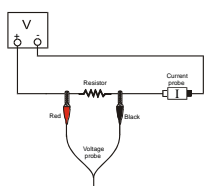

Figura 21: Representação esquemática do circuito.
3. Com a fonte de alimentação desligada, conectar á fonte de alimentação o resistor de  $10\Omega$ , os fios, e os conctores como mostrado na Figura 21 Tome cuidado para que o terminal positivo da fonte de alimentação e o terminal vermelho *Current & Voltage Probe* estejam conectados como mostrado na Figura 21 **Nota:** Conecte o conector vermelho o mais próximo do lado positivo da fonte de alimentação.